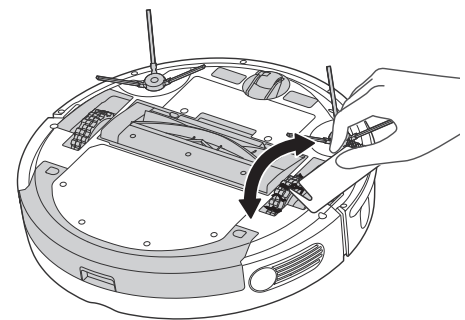

Figura 8
1. Limpie las ruedas de propulsión, gire las ruedas hacia delante y hacia atrás y retire los objetos extraños con la herramienta de limpieza o un paño suave (Figura 8).